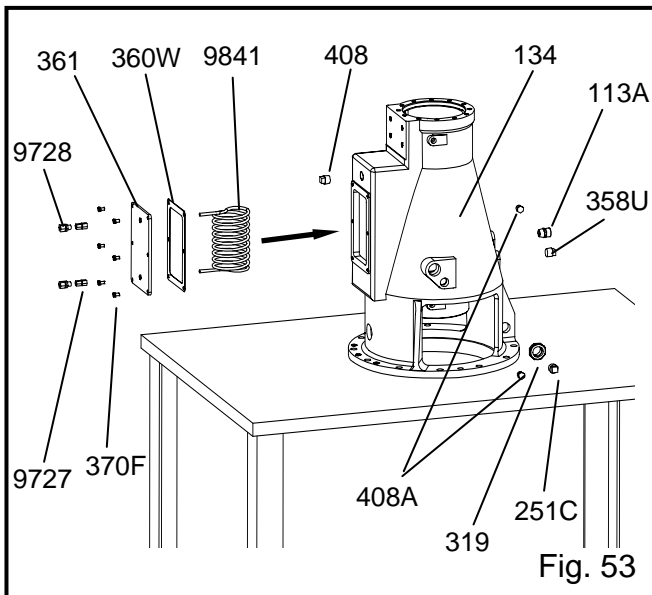

Fig. 53
A serpentina de refrigeração opcional é instalada depois de terem sido enroscados os dois conectores machos (9727) na tampa da serpentina de refrigeração (361). Inserir as extremidades da serpentina de refrigeração (9841) através dos conectores macho, enroscar o conector fêmea no conector macho comprimindo o tubo entre eles. Prender a tampa ao suporte dos rolamentos utilizando uma junta nova (360W) e os seis parafusos (370F) para fixar a tampa (361) ao suporte de rolamento (134), ver Fig. 53.
Instalar o respiradouro (113A), tacos (358U, 408, 408A, 251C) e olho visor (319) nos locais mostrados na Fig. 53.